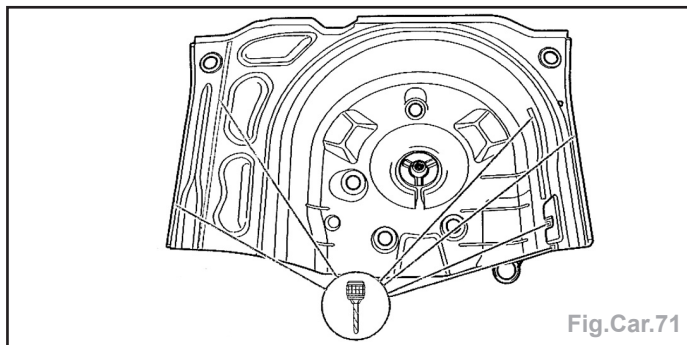

Fig.Car.71
- Préparer et percer au $\varnothing 7 \text{ mm}$ la pièce neuve pour le soudage par bouchonnage (Fig.Car.71).